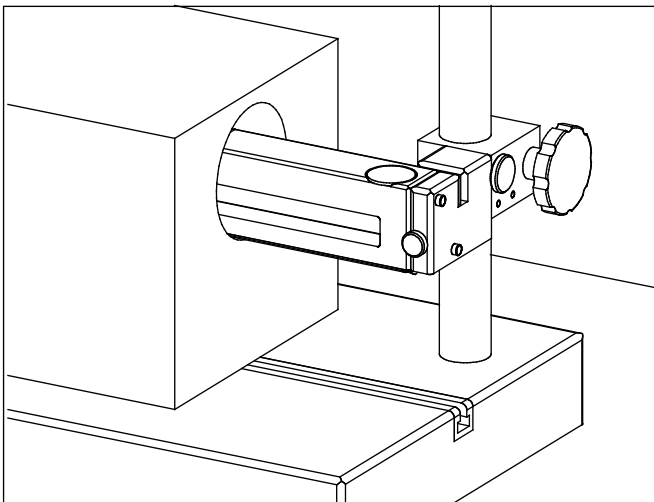

Abb. 7
- In zylindrische Bohrungen mit einem Durchmesser über 68 mm kann das MarSurf GD 25 / GD 25 plus ganz eingeführt werden (s. Abb. 7). Die Stützfüße sind in diesem Fall zu entfernen und durch die Schrauben zu ersetzen.